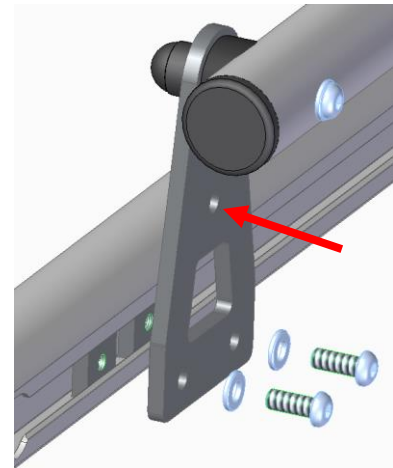

Abbildung 6
Das Anbaurohr für die Befestigungskralen (2) wird am Querträger mithilfe der Linsenkopfschrauben, Unterlegscheiben und Nutensteinen, die in die Nut des Querträgers geschoben werden, montiert (Abb. 6). An diesem Rohr können dann die Befestigungskralen (3+4+5+6) befestigt werden (siehe Titelbild der Anleitung). Je nach Montage des Auslegers und Querträgers muss das Anbaurohr für die Befestigungskralen von den Blechen abmontiert und im unteren Loch der Bleche montiert werden (Pfeil in Abb. 6).